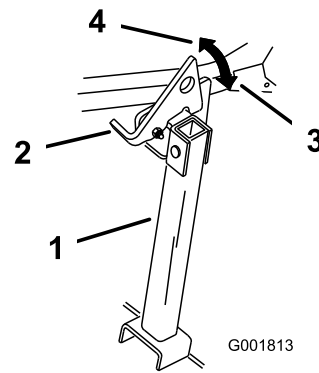

Bild 42
- Heben Sie den Riegel in die entsicherte Stellung an (Bild 42).